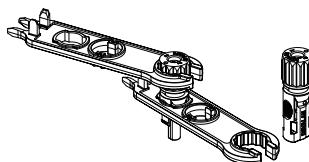

图5.5 连接器（带帽螺母已拧紧）
- c) 将压接端子插入连接器的顶部，然后将锁紧螺母拧紧到连接器的顶部。（如图5.5所示）。